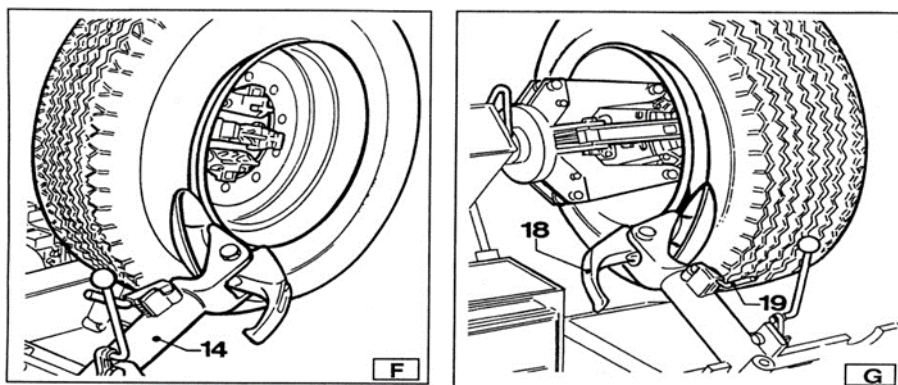

Bild 11
- 3) Sänk monteringsarmen (14, Bild 11/F) till arbetsposition och låt den låsas.
- 4) Roter däckets sammansättningsklorna tills fälgens yttre kant stelnar på klinchlossningsbrickan (Bild 11).
- 7) Ta monteringshuvudet (14, Bild 11/7) bort från fälgens kant. Släpp huvudets krok, drag bygeln till viloläge, vänd den och rör den tillbaka till den nästa arbetspositionen (Bild 11/F).
- 8) Tryck den omvändbara spaken (19, Bild 11/G) och vänd monteringshuvudet 180 grader tills den låser automatiskt. Glid sedan armen av monteringshuvudet ovanför den rörliga styrcentralen och lås den på plats.
Upprepa de ovanför nämnda åtgärder tills även den andra klinchen är lös från däckets. Under klinchlossningen kan kroken (18, Bild 11/G) sjunka ur vägen.